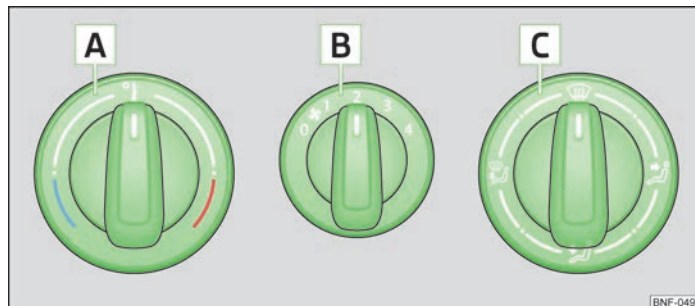

Bild 60 Värmesystem: Reglage
- Vrid vredet **A** » bild 60 åt höger för att höja temperaturen.
- Vrid fläktomkopplaren **B** » bild 60 till ett av lägena 1-4 för att koppla in fläkten.
- Med luftfördelningsreglaget **C** » bild 60 regleras riktningen på luftutloppet » sidan 49, Luftmunstycken.
- Reglage **A**, **B**, **C** » bild 60 på sidan 49.